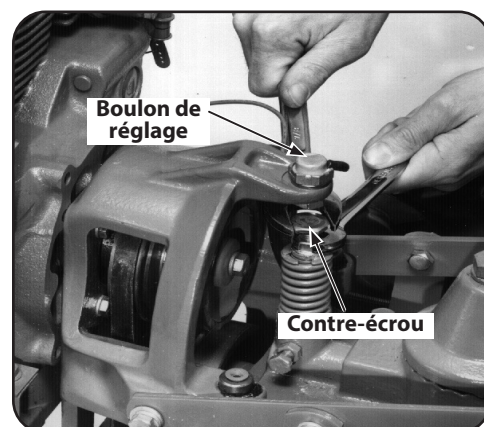

Figure 5-23
5. Retenez le boulon de réglage de marche arrière avec une clé de 7/8 po pendant que vous desserrez (de 3 ou 4 tours) le contre-écrou situé juste en dessous du boulon avec une clé de 9/16 po. Voir Figure 5-23.
7. Assurez-vous que le disque arrière se trouve au moins à 3/16 po de la poulie d'entraînement de la transmission. Puis, retenez le boulon de réglage de marche arrière avec une clé pendant que vous serrez le contre-écrou avec une autre clé. Voir Figure 5-23.